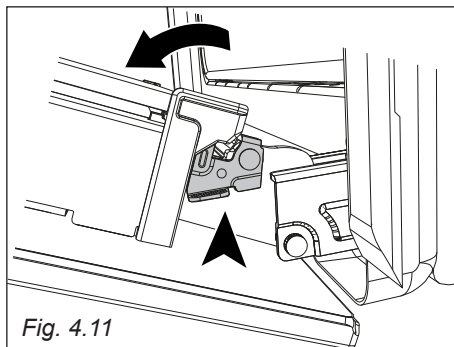

Fig. 4.11
- Aprire completamente la porta del forno (fig. 4.11).
- Individuare le due levette di bloccaggio ai lati di entrambe le cerniere (fig. 4.11).